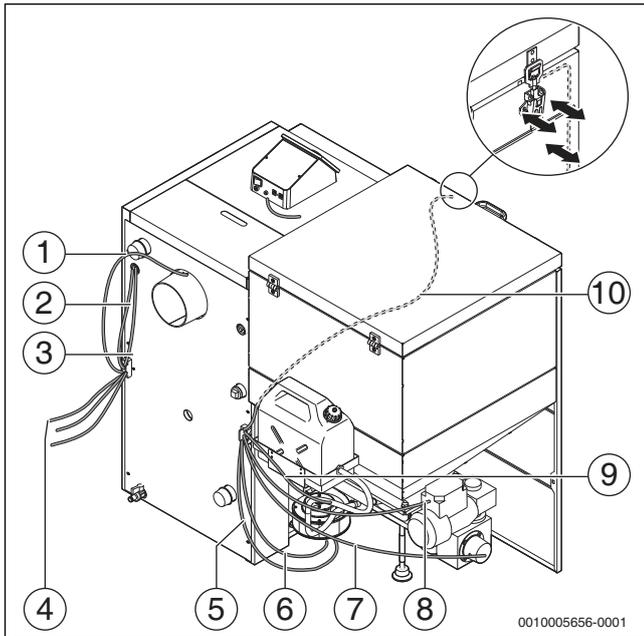

Рис. 44 Подключения
- ▶ Проложите провода по изоляции котла (→ рис. 44, стр. 22).
Подключения (→ рис. 44 и таблица 7, стр. 22):